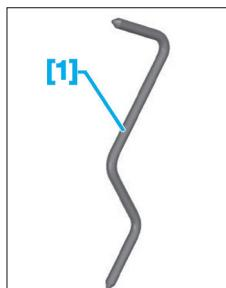

Fig. 2
- [1] Pige de volant moteur (réf : 0188.Y) (**Fig.2**).